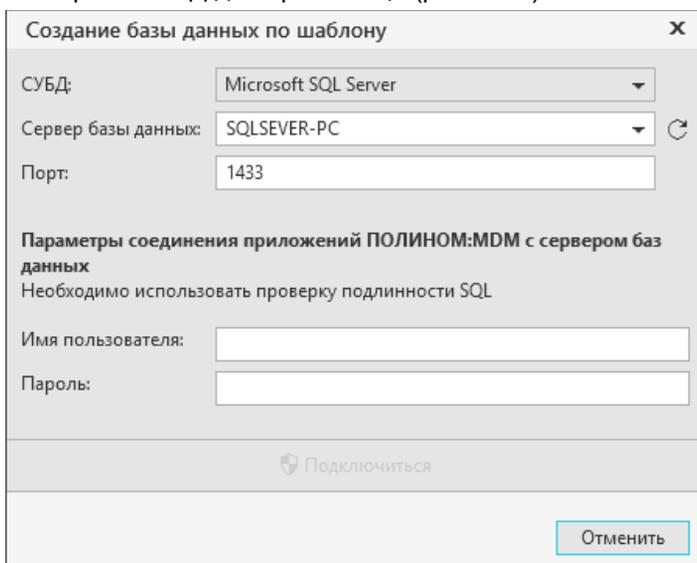

Рис. 4.44
2. Выберите СУБД для хранилища (рис. 4.44).